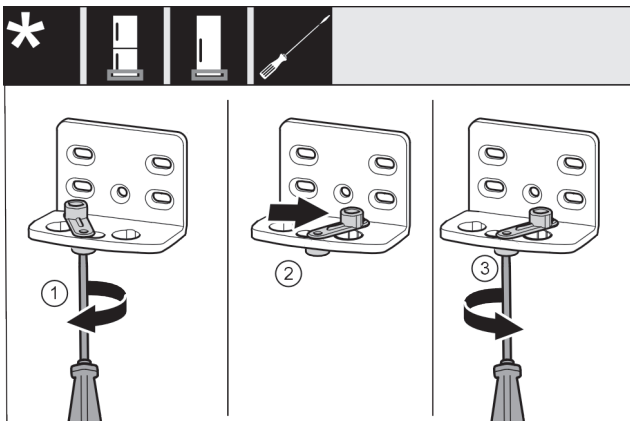

Fig. 18
- ▶ Отпустите винт Fig. 18 (1) отверткой.
- ▶ Приподнимите фиксатор двери Fig. 18 (2) и, повернув на 90° вправо, вставьте в отверстие.
- ▶ Затяните винт Fig. 18 (3) отверткой.